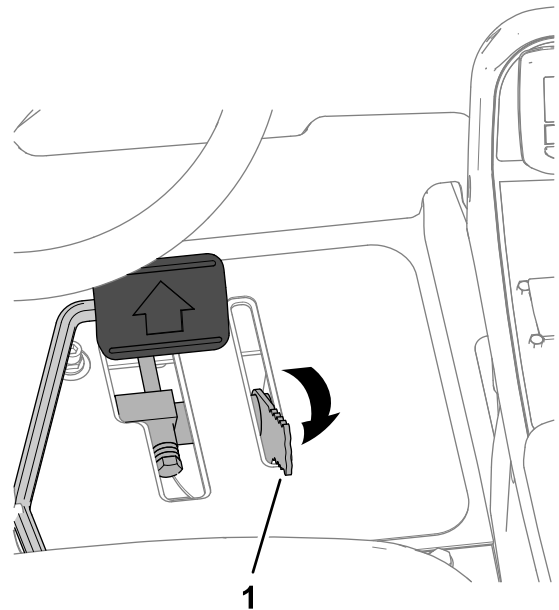

Figure 47
3. Déplacez le limiteur de vitesse de tonte en arrière à la position TRANSPORT (Figure 47).